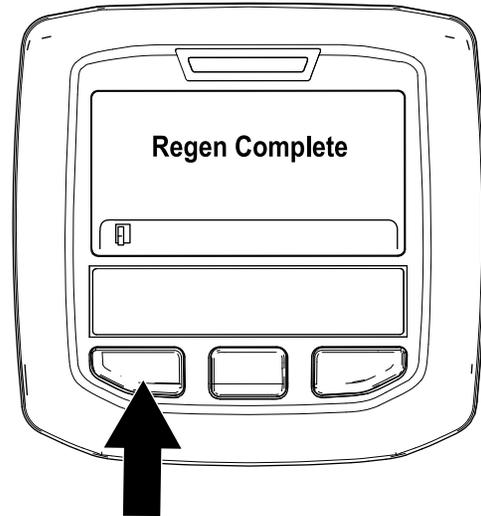

Figure 39
- La régénération en stationnement est terminée lorsque le message « Regen Complete » (régénération terminée) s'affiche sur l'InfoCenter. Appuyez sur le bouton gauche pour revenir à l'écran d'accueil (Figure 39).